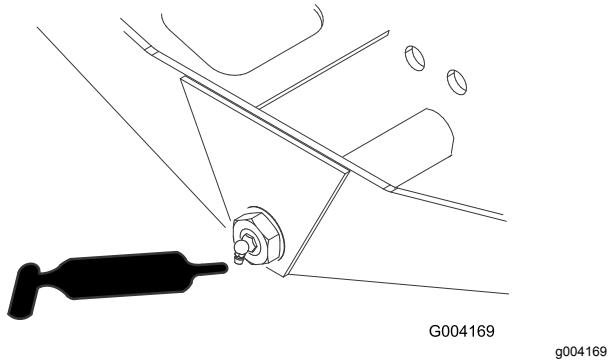

Bild 41
- Achsenlenkzapfen (1) (Bild 41)